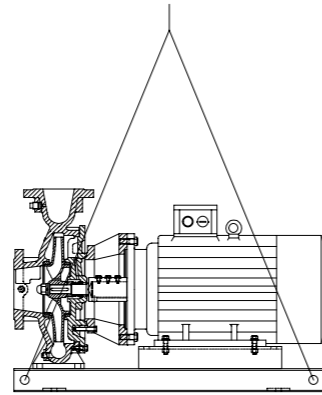

图 1
**注意!** 为了避免损坏，请按照下图 1 提升水泵设备。不得从电机吊环处起吊。